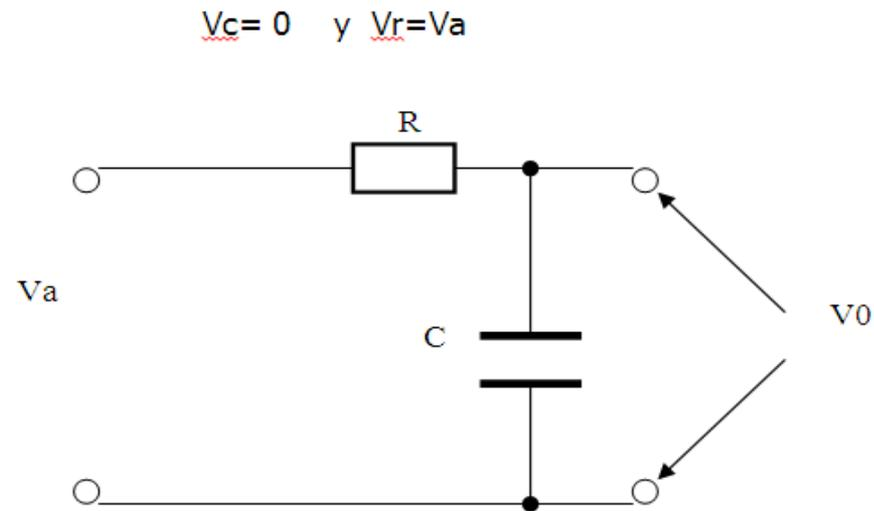

Figura 1.2. Carga de un condensador a través de una resistencia
*Si consideramos el circuito de la figura 1.2 y el condensador inicialmente descargado, en el momento de aplicar **Va** el condensador se comportará como un cortocircuito...*